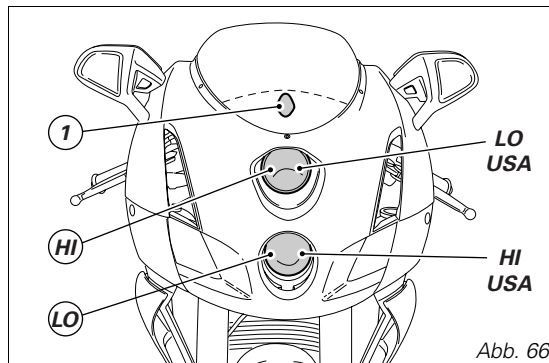

Abb. 66
Beim Austauschen einer durchgebrannten Glühbirne darauf achten, dass die Ersatzbirne die Spannungs- und Leistungswerte aufweist, die auf Seite 88 „Elektrische Anlage“ angegeben sind. Vor dem Wiedereinbau der entfernten Teile die Funktionstüchtigkeit der neuen Glühbirne prüfen. Auf der Abb. 66 wird die Position der Glühbirne des Abblendlichts (LO), des Fernlichts (HI) und des Standlichts (1) angegeben.